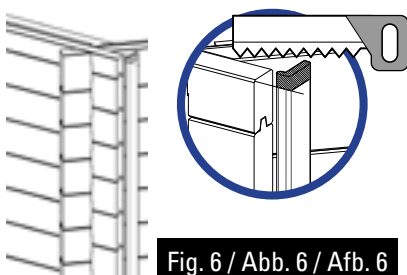

Fig. 6 / Abb. 6 / Afb. 6
- Position the L trimming on the ends of the boards. • Cut off the excess part of the trimming according to the height of the pool if necessary (figure 6). • Fix trimming L using 3 screws 4 x 60 uniformly distributed over the height of the piece (figure 7).
- Présentez le cache L sur les extrémités des madriers. • Coupez l'excédent de cache selon la hauteur du bassin si nécessaire (figure 6). • Fixez le cache L à l'aide de 3 vis 4x60 également réparties sur la hauteur (figure 7).
- Legen Sie die Zierleiste L auf die Enden der Bretter. • Falls erforderlich, schneiden Sie das, was von der Zierleiste übersteht, je nach Höhe des Beckens (Abb. 6) ab. • Befestigen Sie die Zierleiste L mit Hilfe von 3 Schrauben 4 x 60 gleichmäßig auf der Höhe (Abb. 7).